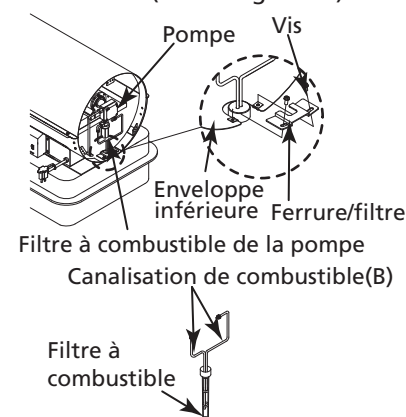

Figure 17 – Déposer le filtre du réservoir à combustible
- Débrancher la canalisation de combustible (B) de la pompe et de son filtre avec une clé de 3/8 po (voir la Figure 17).
- Raccorder les canalisations de combustible (B) à la pompe et à son filtre.